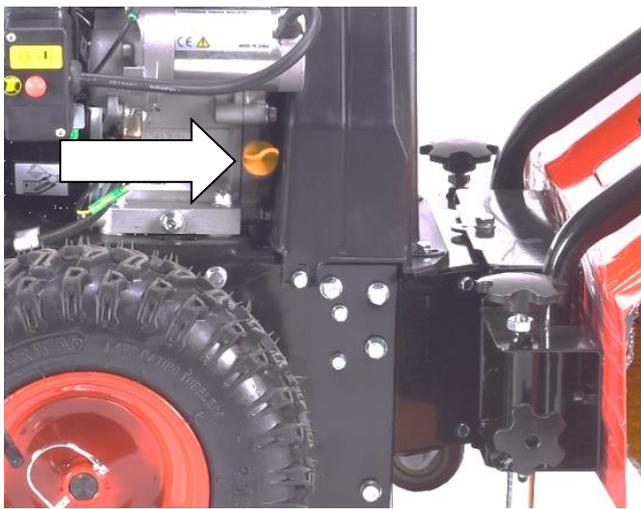

Abb. 10
2. Öffnen Sie den Öldeckel und ziehen Sie den Ölmesstab heraus (Abb. 10).